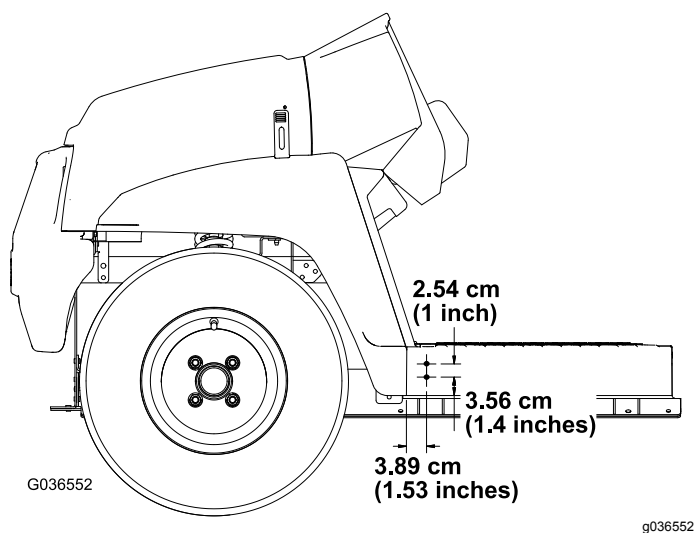

Figure 3
2. En vous aidant des dimensions indiquées à la Figure 3, percez 2 trous (5/16") à l'extérieur du panneau de plancher sur les côtés droit et gauche de la machine.